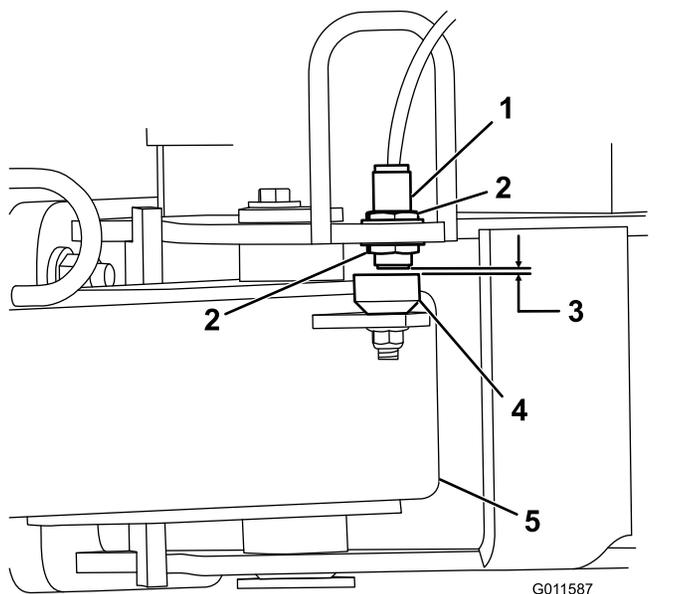

図 4
5. 近接スイッチをフレームに固定しているジャムナットをゆるめ、スイッチを下げて、ヒッチトングの検知プレートとスイッチとの距離が 2.6-4.0 mm となるように調整する 図 4。ジャムナットを締めて調整を固定する。